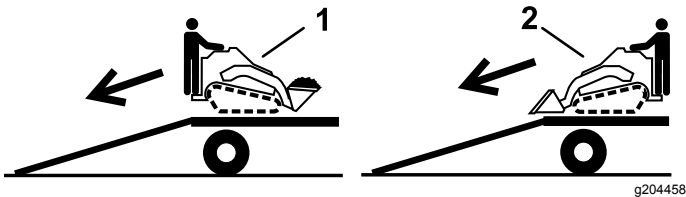

Figure 32
2. Placez toujours l'extrémité la plus lourde de la machine en haut de la rampe, la charge en bas, pour la descendre de la remorque (Figure 32).